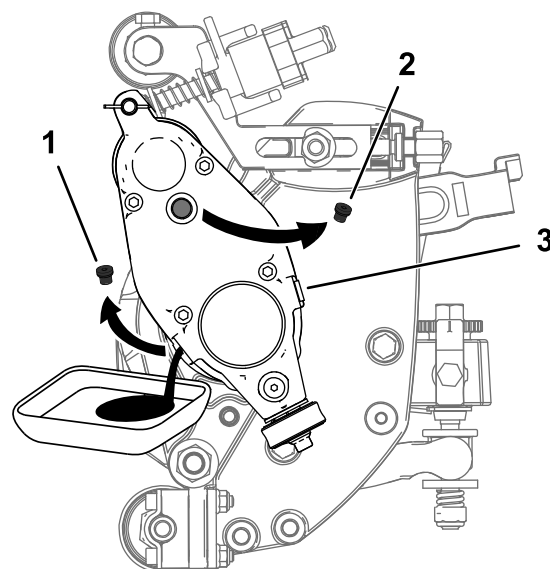

Рисунок 30
5. Наклоните режущий блок, установив его в вертикальное положение так, чтобы сливное отверстие было внизу и чтобы можно было обеспечить полный слив (Рисунок 30).